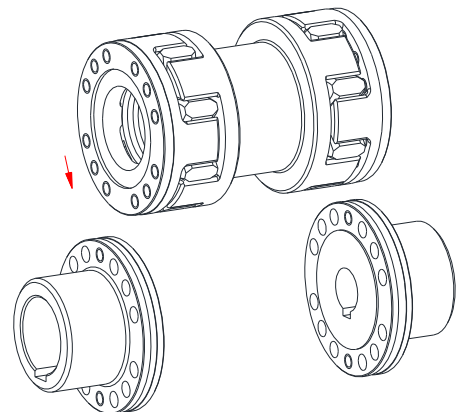

Fig. 10 : Montage de l'ensemble
- Puis insérer cet ensemble entre les brides d'accouplement (voir fig. 10).